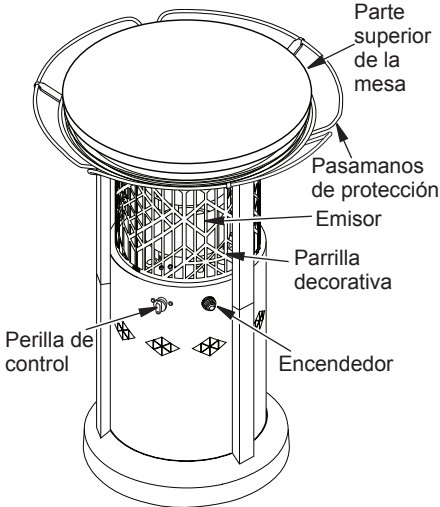

**Figura 1 - Distancia mínima del calentador hacia objetos combustibles**
7. Distancia mínima entre el calentador y las construcciones combustibles permanentes: parte anterior, parte trasera y laterales 15.2 cm (6"), parte superior 0.91 m (36") (consulte la figura 1, página 3).